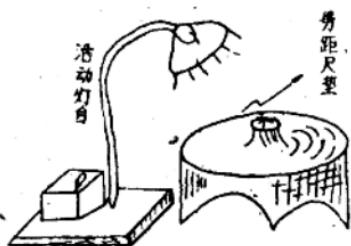

图 7
②量距尺垫：利用原来水准測量用的重尺垫，上有两公分左右的凸起圓鐵头，就用这个尺垫的圓头，以鋼鋸鋸成十字綫，作为量距的标记，如图7所示，这尺垫可作水准測量用，也可作量距用。